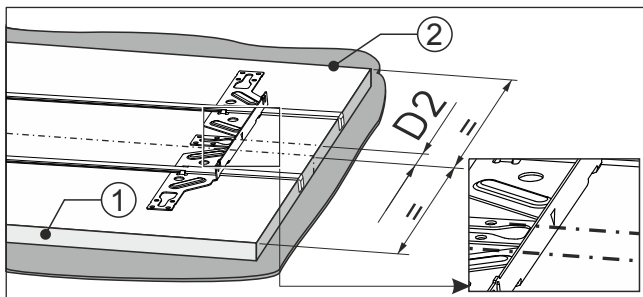

Fig. 97
- Kiinnityspalkin merkki on merkin Fig. 97 (D2) päällä.